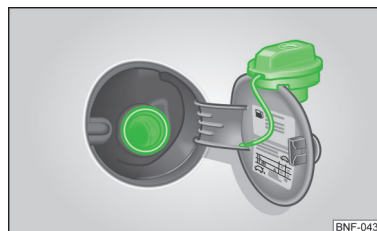

Fig. 99
På indersiden af tankklappen er den foreskrevne brændstoftype til din bil angivet » Fig. 99 på side 113.
- Klap tankklappen op med hånden » Fig. 99.
- Skru tankdækslet af mod venstre, og sæt det fast øverst på tankklappen » Fig. 99.